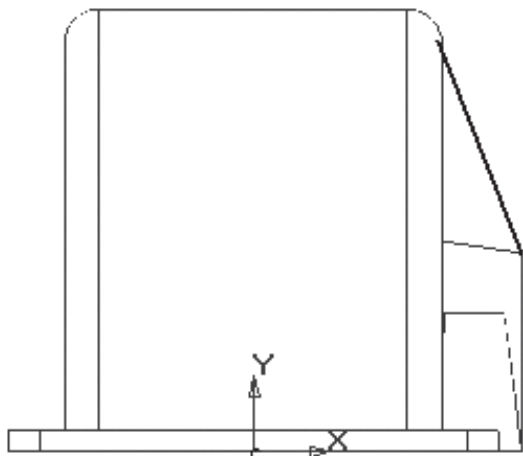

Рисунок 7.4 – Ескіз ребра жорсткості кришки редуктора
9. Створіть ребро жорсткості над місцем кріплення кришки підшипника тихохідного вала. Ескіз ребра розмістіть в площині *XU* приблизно так, як показано на рис. 7.4.
11. Створіть ребро жорсткості (рис. 7.4). Над місцем кріплення кришок підшипника швидкохідного валу ребро жорсткості створювати не треба.